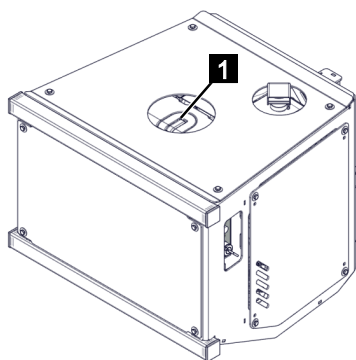

Abb. 109
4. Tankdeckel (Abb.109/1) öffnen und sauber aufbewahren.